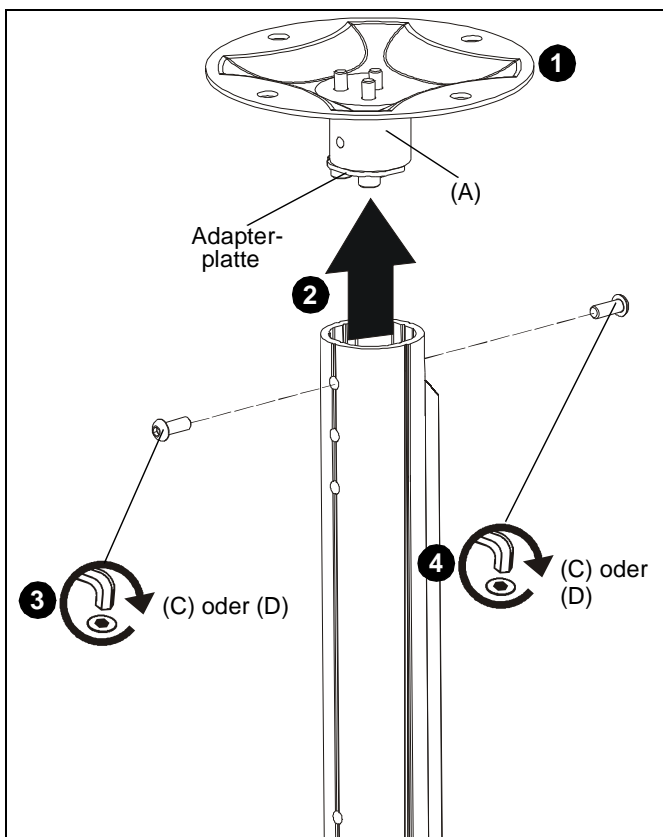

Abb. 1
2. Montieren Sie die Säule an den CPA-Adapter, wobei Sie darauf achten müssen, dass die Löcher der KITE-Serien-Säule (E) und der CPA115-Halterung (A) genau übereinander liegen. (Siehe Abb. 1)
3. Schrauben Sie entweder eine M6x16-Halbrundkopfschraube (C) oder eine Sicherheitsschraube (D) in das Loch auf der Seite der KITE-Serien-Säule, auf der sich die Adapterplatte des CPA-Adapters befindet. (See Figure 1)
4. Befestigen Sie die CPA115 (A) auf der gegenüberliegenden Seite der KITE-Serien-Säule mit der anderen M6x16-Halbrundkopfschraube (C) oder Sicherheitsschraube (D) an der KITE-Serien-Säule. (See Figure 1)